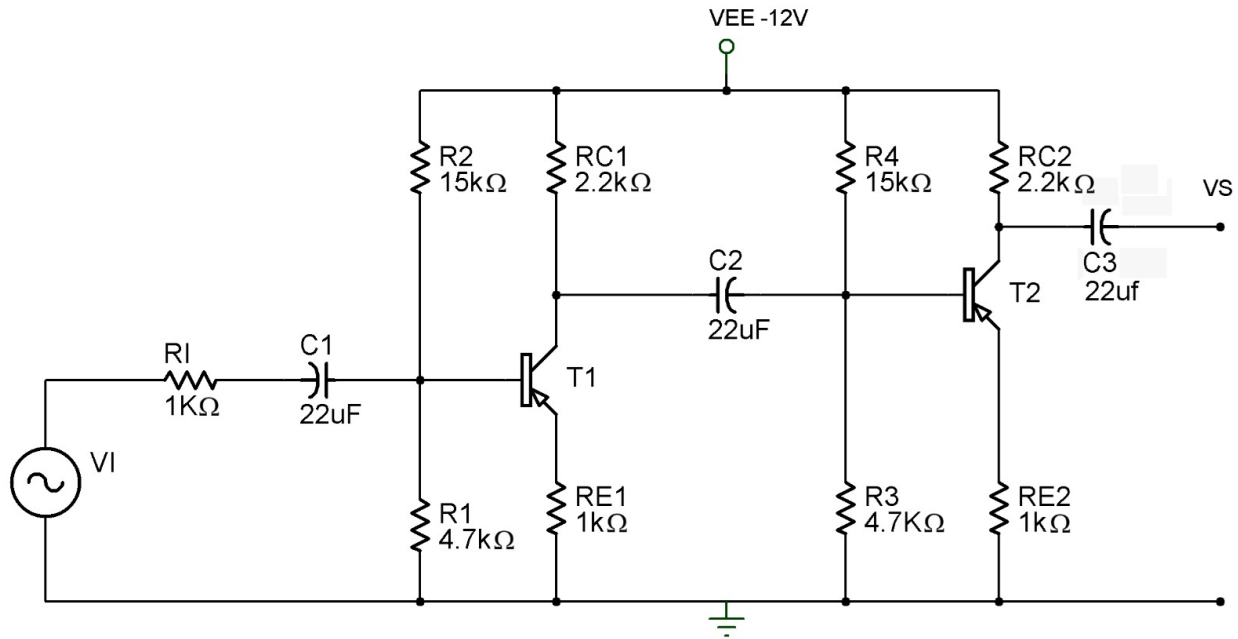

Figura 2.2.
- Arme el circuito de la figura 2.2 Con Vi apagado, alimente VEE con -12V, mida y anote los valores de la Tabla 2.1.